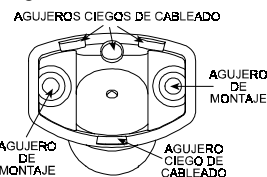

Figura 8. Vista superior rótula
- F. Rompa cualquiera de los agujeros ciegos de cableado de la rótula (vea Figura 8).